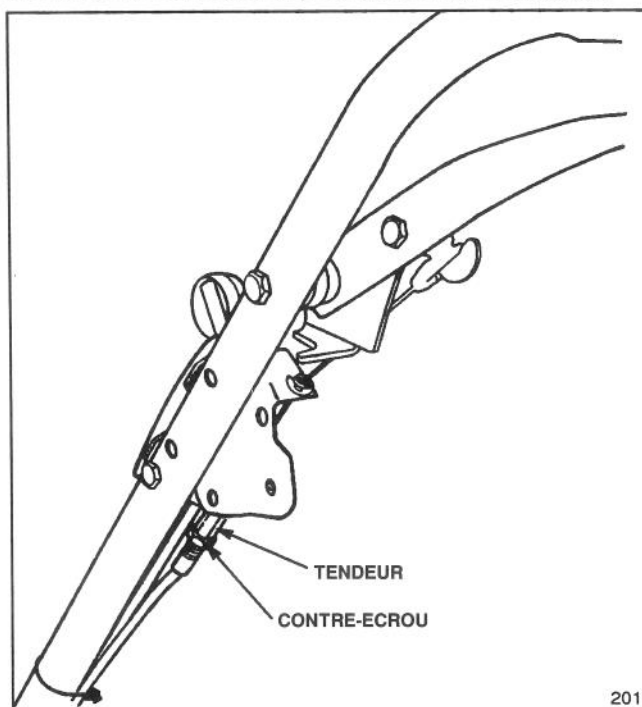

Figure 20
3. Desserrez le contre-écrou du dispositif de réglage de câble et tournez le tendeur vers le haut ou le bas jusqu'à obtention de l'écart voulu entre la barre de commande et le guidon (figure 20).